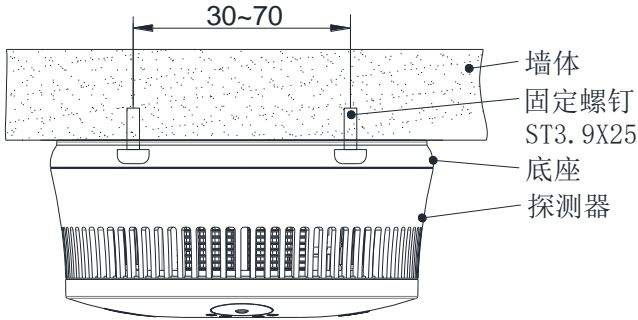

图 4 报警器螺丝安装示意图
- 采用螺丝安装时，首先将底座用螺钉紧固在顶棚，指示灯朝向易于观察的方位（如：门口）。使用螺钉安装时，紧固底座固定螺钉，应确保螺钉冒顶端不超出底座上螺钉孔两边的护栏，具体如图 4 所示；